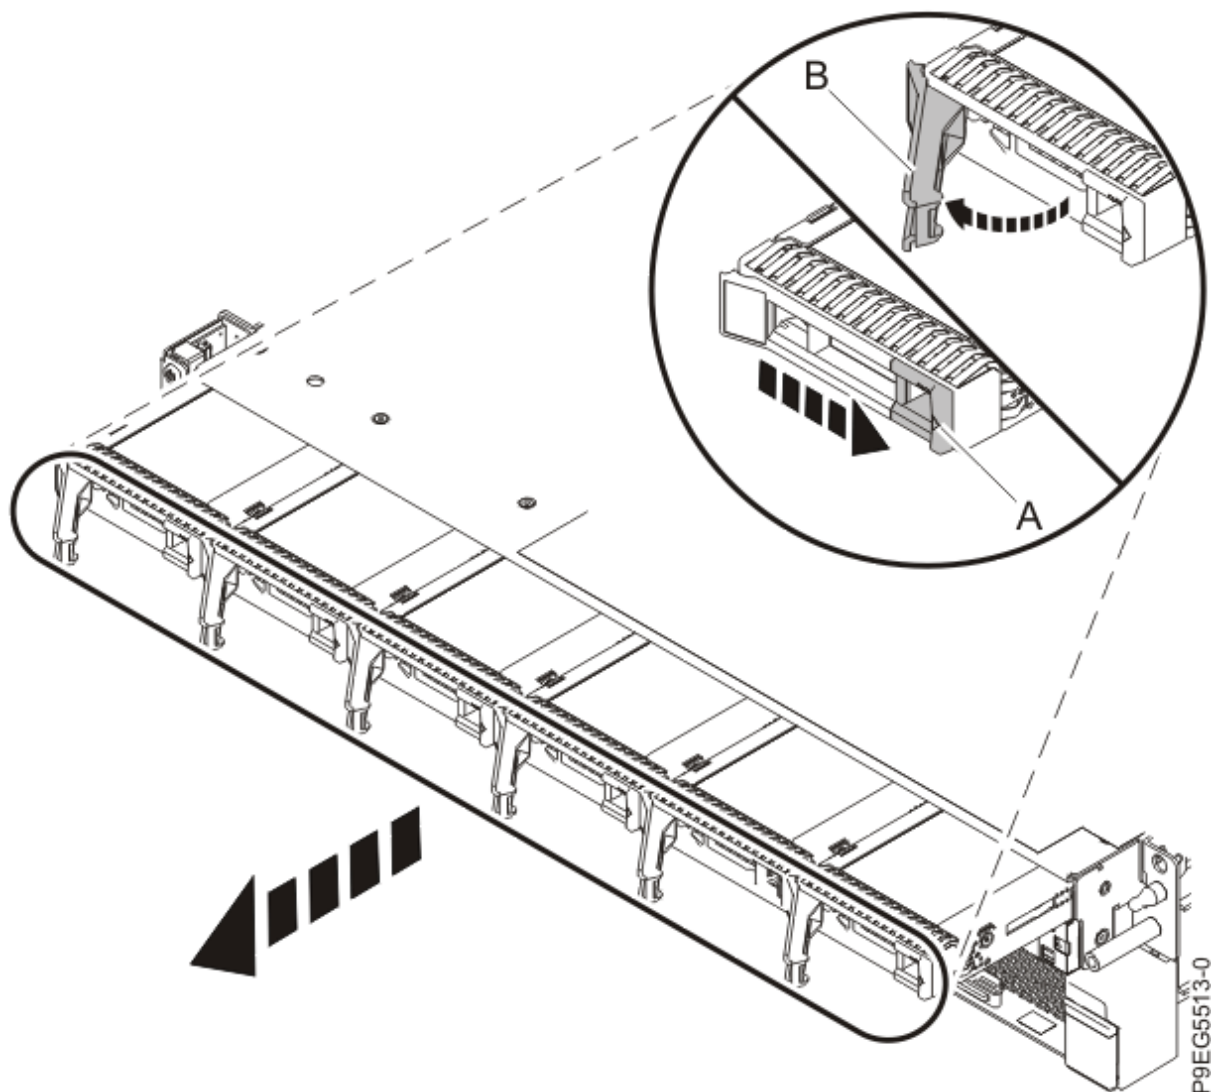

Figura 10. Extracción parcial de las unidades frontales
5. Desenchufe, pero no extraiga las unidades frontales de sus ranuras. Tire de las unidades hacia fuera lo suficiente para evitar que interfieran con la extracción de la placa posterior de la unidad de disco, tal como se muestra en la Figura 10 en la página 13.